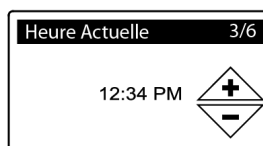

FIG.10
**5. HEURE ACTUELLE** Appuyez sur DESCENDRE (▼) ou MONTER (▲) pour régler l'heure (Figure 10). Maintenez le bouton enfoncé pour avancer rapidement. Vérifiez que le format AM ou PM est correct. Si le système métrique a été sélectionné à l'étape 3, l'horloge sera configurée en format de 24 heures.
**6.** Appuyez sur SELECT (O).